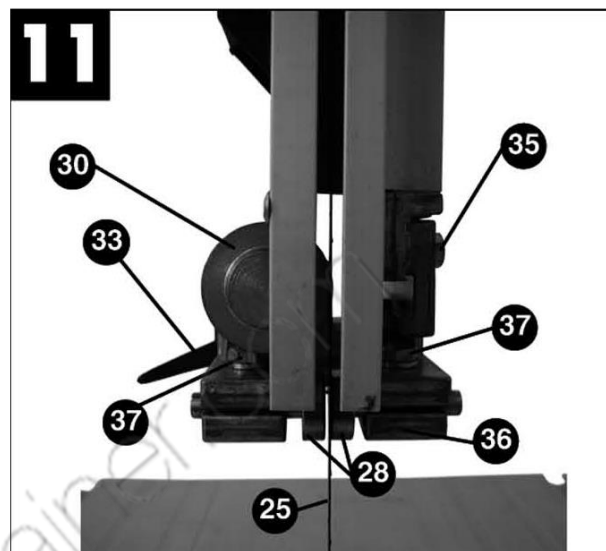

Figura 16 – Cuscinetto superiore.
- Svitare la vite (40) che tiene in posizione la guida.
- Spostate il perno guida (29) verso la lama fino a che non vi sia una distanza di circa 0.5 mm tra il cuscinetto (31 Figura 16) e la lama stessa (25 Figura 16). (la lama non si deve bloccare).
- Ristringete la vite a brugola (38).